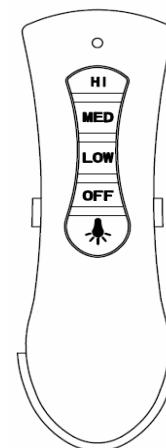

Fig. 14b
3. Glissez la télécommande dans le support. (Fig. 14b).